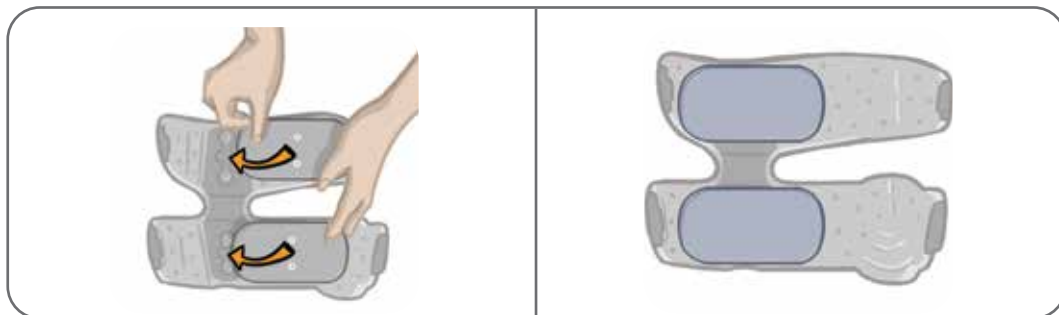

Figura 6-10: Alinierea și atașarea electrozilor pânzați pentru coapsă
5. Aliniați capsele de pe electrozii pânzați pentru coapsă cu cele patru orificii de pe jambiera Thigh. Consultați Figura 6-10.
6. Apăsăți ferm pentru a fixa electrodul mic pânzat pentru coapsă cu panoul inferior al jambierei Thigh. Apăsăți ferm pentru a fixa electrodul mare pânzat pentru coapsă pe panoul frontal al jambierei Thigh. Consultați Figura 6-10.